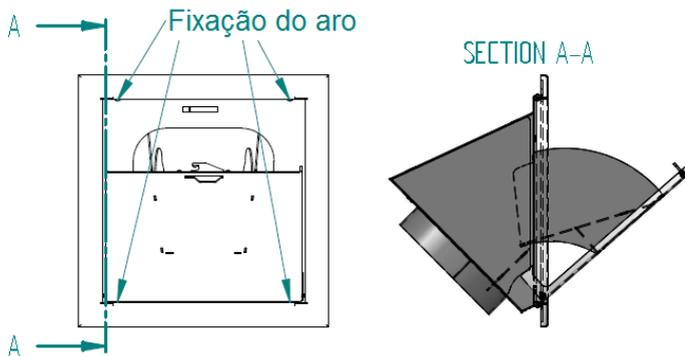

Figure 18 – Installation de la bouche de remplissage
- Lors de l'ouverture du couvercle, les divers éléments sont positionnés pour faciliter le chargement des pellets. Il est donc très important de respecter le sens de montage présentée sur la Figure 18.